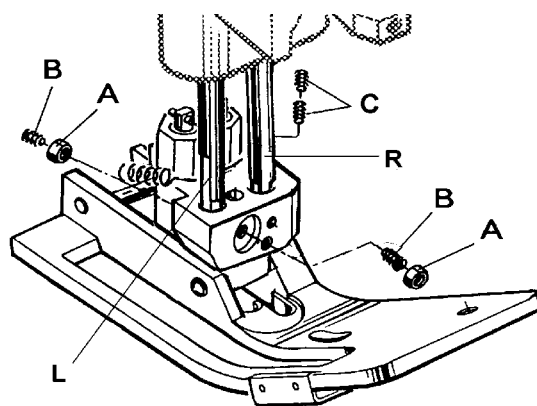

Fig. 16
Remove the needle and rotate handwheel until the feed dog is below the throat plate. Depress the presser foot lifter lever and insert the presser foot in the two presser bars (L and R, Fig. 16). The left presser bar (L) should only engage with its pivot in the opening of the presser foot shank.
Loosen the two lock nuts (A, Fig. 16) and align with the two set screws (B), the needle slot in the presser foot with the needle slot in the throat plate. Secure this setting with the two lock nuts (A).
**NOTE:** The two set screws (A) should just contact the pivot of the left presser bar (L) but not be tightened. Now tighten the two set screws (C) right in the presser foot shank on the right
Remueva la aguja y gire el volante hasta que el alimentador se encuentre debajo de la placa de la aguja. Presione la palanca del levantador del pie prensateLAS e inserte el pie prensateLAS en las barras (L y R, Fig. 16). La barra izquierda (LR) debería entrar solamente con el pivote en la apertura del pie prensateLAS.
Aflobe las dos tuercas (A, Fig. 16) y alinee con los dos tornillos (B) el hueco de la aguja en el pie prensa tela contra el hueco de la aguja en la placa de la aguja. Asegure este ajuste con los dos tornillos (A).
**NOTA:** Los dos tornillos (A) deberían tocar la barra del prensa tela (L) pero no estar apretados. Apriete ahora los dos tornillos (C) al lado derecho del tronco del pie prensa tela. Inserte la aguja otra vez.